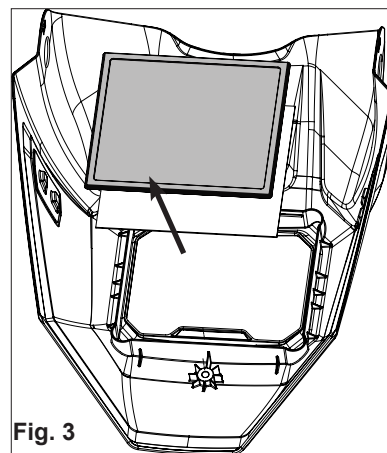

Fig. 3
3. Remove the shaded passive lens from the outside and the disposable lens from the face shield (**Fig. 3**).
3. Retirez la lentille teintée passive de la lunette extérieure et la lentille jetable de la visière (**Fig. 3**).
3. Retire la lente pasiva tintada del exterior y la lente desechable de la pantalla facial (**Fig. 3**).